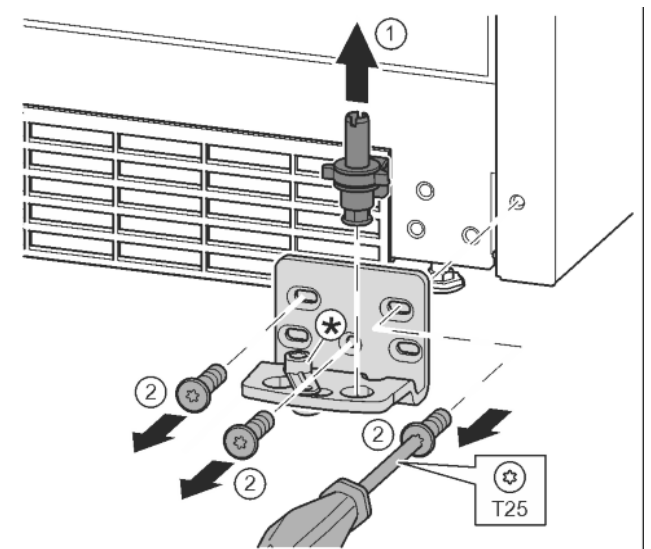

Fig. 17
- ▶ Lagerbouten compleet vanaf de bovenkant eruit trekken. Fig. 17 (1)
- ▶ Schroeven met schroevendraaier T25 eruit draaien en lagerbus eraf halen. Fig. 17 (2)